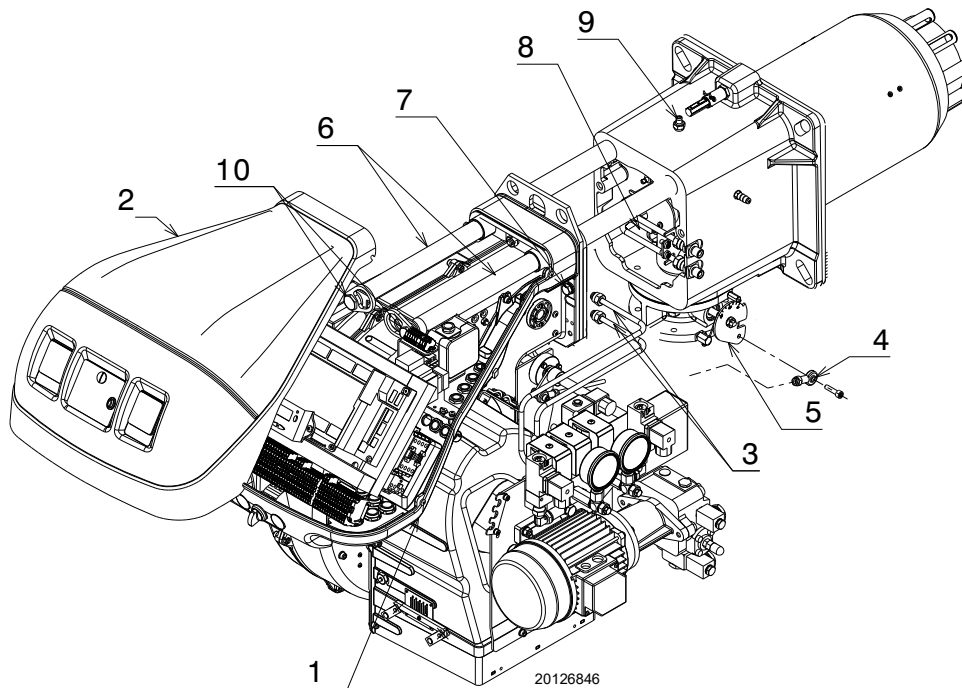

Abb. 56
- Lösen Sie die 4 Schrauben 1)(Abb. 56) und entfernen Sie die Verkleidung 2);